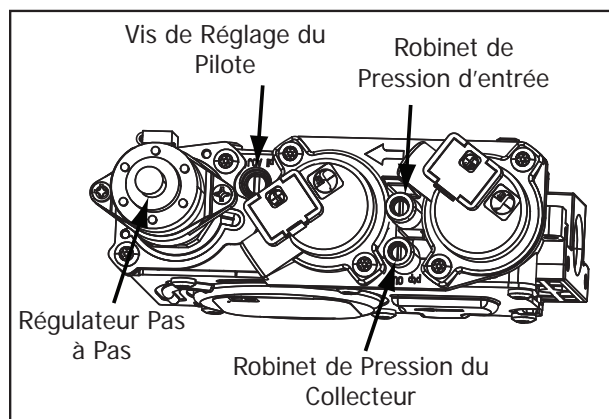

Figure 28: Schéma de la soupape à gaz
- Retirez le moteur pas à pas existant à l'aide d'un tournevis T20 (voir Figure 28).
- Allumez la veilleuse et revérifiez les fuites dans la ligne pilote en aluminium. Si une fuite est évidente, contactez votre revendeur ENVIRO pour un remplacement de la ligne pilote. **AVERTISSEMENT : N'ESSAYEZ PAS DE RÉPARER CETTE LIGNE, ELLE DOIT ÊTRE REMPLACÉE SI ENDOMMAGÉE.** La veilleuse doit couvrir correctement le détecteur de flamme. Si un réglage est nécessaire, tournez la vis de réglage dans la soupape (voir Figure 28) dans le sens horaire pour diminuer et dans le sens antihoraire pour augmenter jusqu'à ce que la flamme correcte soit obtenue (voir Figure 16).